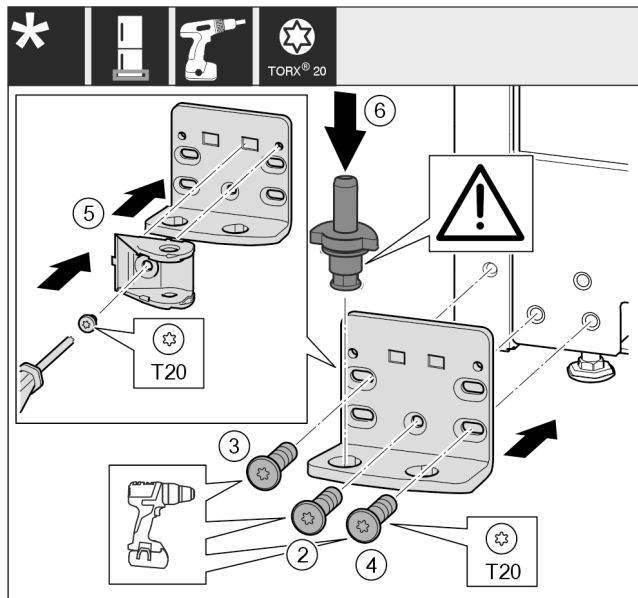

Fig. 44 *
- Postavite podložak ležaja na drugu stranu i pritegnite ga odvijačem. Započnite s vijkom Fig. 44 (2) dolje u sredini.*
- Pritegnite vijak Fig. 44 (3) i vijak Fig. 44 (4).*
- Okrenite spojni element prigušivača zatvaranja Fig. 44 (5) za 180°. Na drugoj strani podloška ležaja uvrnite odvijačem.*
- Potpuno umetnite podložak ležaja Fig. 44 (6). Pritom se pobrinite za to da je uskočna izbočina okrenuta prema natrag.*